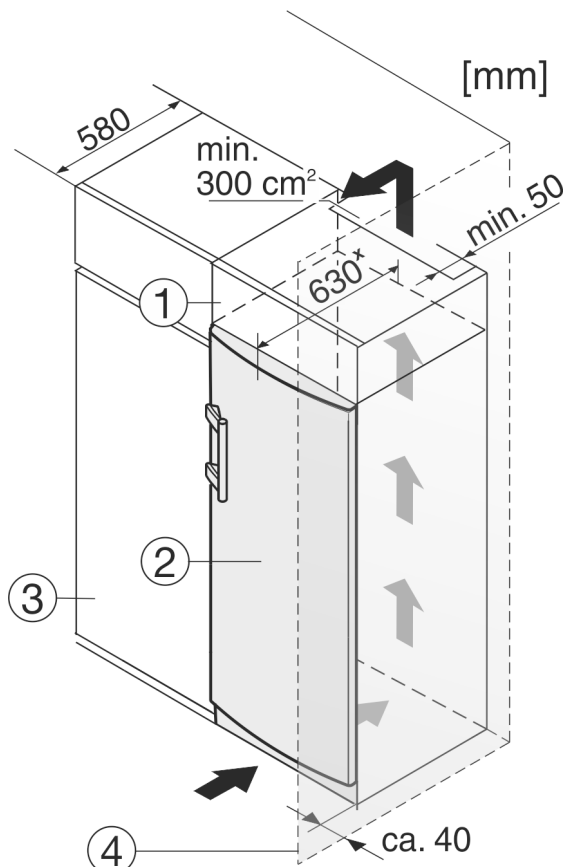

Fig. 10
- (1) Nadgradna omarica
- (2) Naprava
- (3) Kuhinjska omara
- (4) Stena
Okoli naprave lahko vgradite kuhinjske omare. Za poravnavo naprave Fig. 10 (2) s kuhinjskimi elementi lahko nad napravo postavite ustrezno nadgradno omarico Fig. 10 (1).
Pri vgradnji aparata v kuhinjske omare (globina maks. 580 mm) lahko aparat postavite neposredno ob kuhinjsko omaro Fig. 10 (3). Aparat je ob strani postavljen 34 mm * in na sredini aparata 50 mm * od čelne stranice kuhinjske omare.
Če aparat postavite s tečajji ob steni *Fig. 10 (4)*, mora razdalja med aparatom in steno znašati vsaj 40 mm. To ustreza velikosti ročaja pri odprtih vratih.